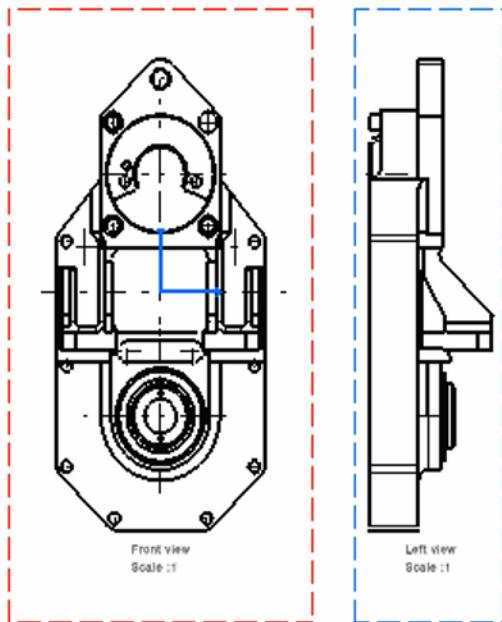

Fig.37. Adaugarea vederii din stanga a piesei
- Se defineste, folosind cursorul, pozitia vederii care contine proiectia, de exemplu in dreapta vederii din fata a piesei (fig.37);